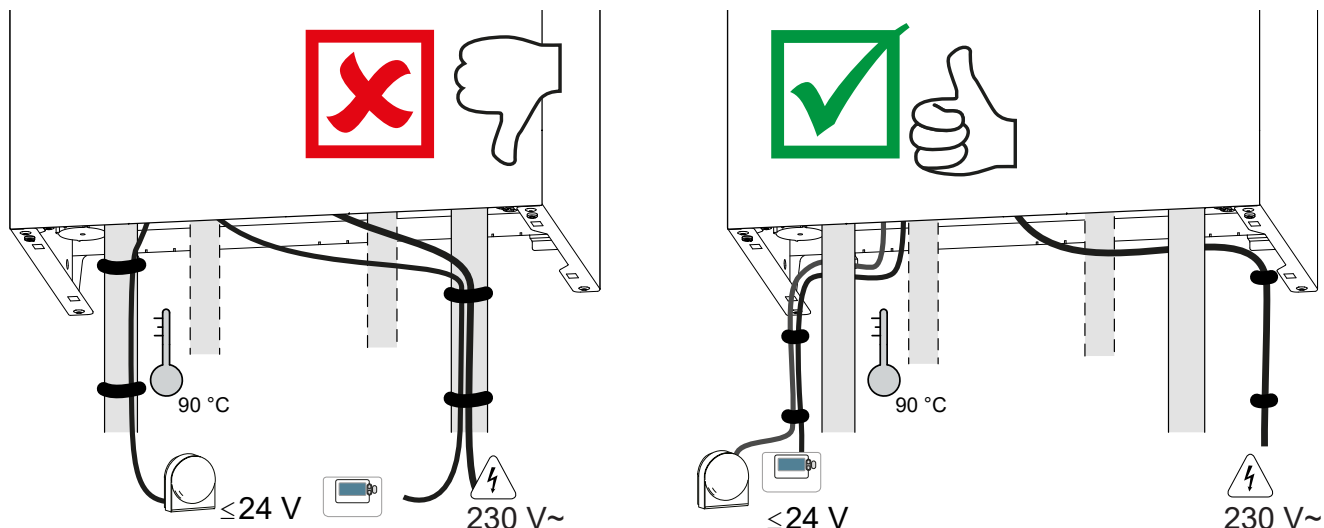

fig. 20 - Posizionamento dei cavi
- Effettuare i collegamenti come indicato nello schema (fig. 20 e fig. 22).